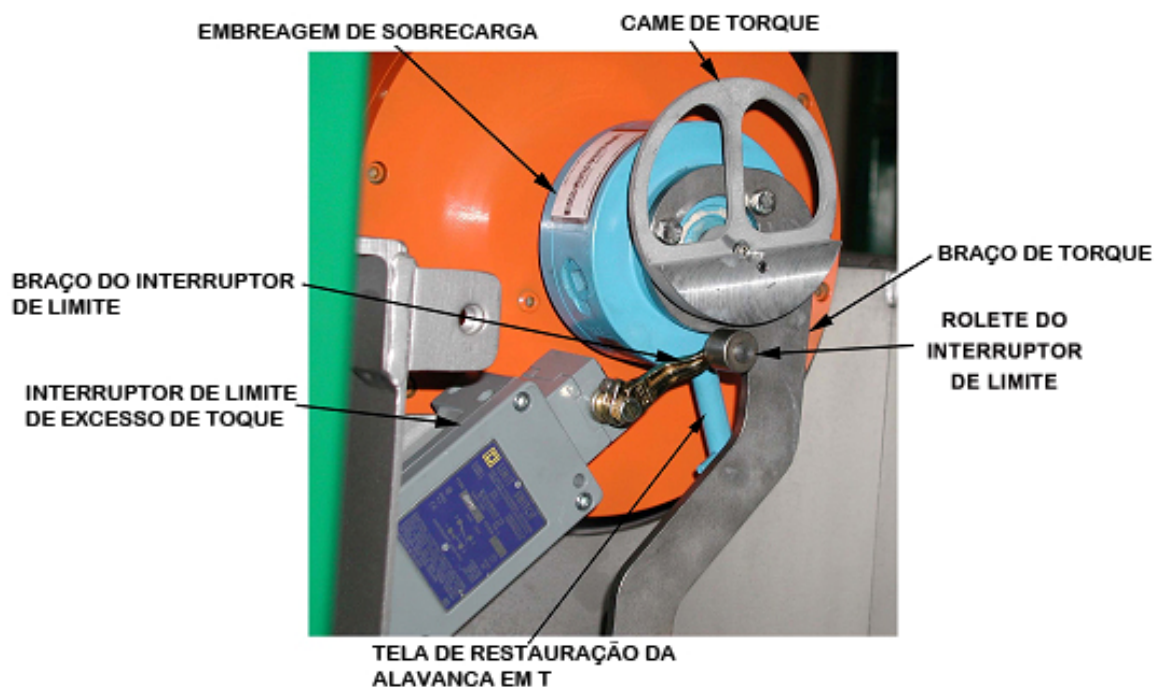

Figura 5-16 Componentes da Embreagem de Lançamento de Sobrecarga
- b. Gire o parafuso de reajuste do Cabo em T (Figura 5-16) no sentido horário (para dentro), aproximadamente 2-1/2 voltas até ouvir um clique, indicando que a embreagem foi reajustada.